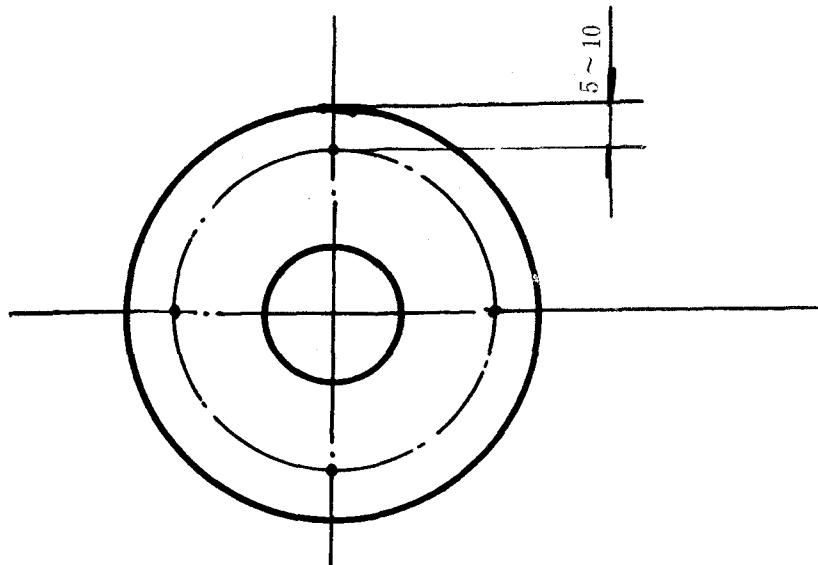

图 2
3.2.2.1 检验方法：对于公差精确到小数点后一位者用精确度为0.05 mm游标卡尺或相对量仪测量；对于公差精确到个位数者用钢直尺测量。测量时测取砂轮上任意互相垂直之四点。用游标卡尺和相对量仪测量时，测量位置见图2。取其偏离基本尺寸最大值为 H 值，按公差要求精确到小数点后一位或个位。